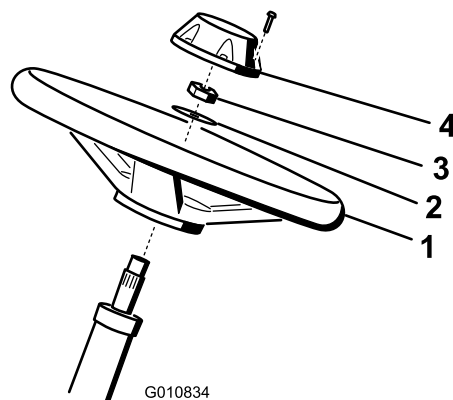

Bild 4
1. Schieben Sie das Lenkrad auf die Lenkwelle (Bild 4).
2. Schieben Sie die Scheibe auf die Lenkwelle (Bild 4).
3. Befestigen Sie das Lenkrad mit einer Sicherungsmutter an der Welle und ziehen es mit 27-35 N·m an (Bild 4).
4. Setzen Sie den Deckel auf und befestigen ihn mit sechs Schrauben am Lenkrad (Bild 4).